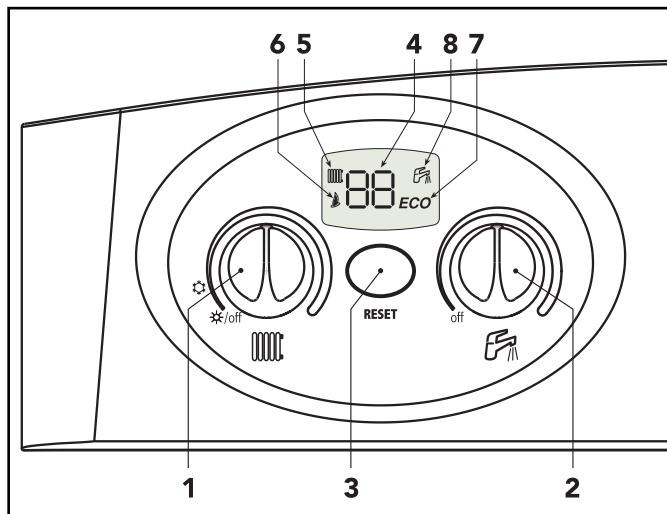

fig. 1
În timpul funcționării în condiții normale, controlul de diagnosticare al centralei trimite informații legate de starea centralei prin intermediu ecranului (fig.1).
Rotiți la minim ambele butoane (ref. 1 și 2 fig. 1).
Pentru stabilirea temperaturii din turul instalației rotiți butonul corespunzător (ref. 1 - fig. 1).
Pentru a stabili temperatura apei menajere rotiți butonul corespunzător (ref. 2 - fig. 1).
Centrala este blocată	Verificați dacă robinetul de gaz montat în partea superioară a centralei și cel de pe contor sunt deschise. Apăsați tasta Multifuncțională (pentru 1 secundă) (fig.1). În caz de blocări repetitive ale centralei, contactați cel mai apropiat centru de asistență.